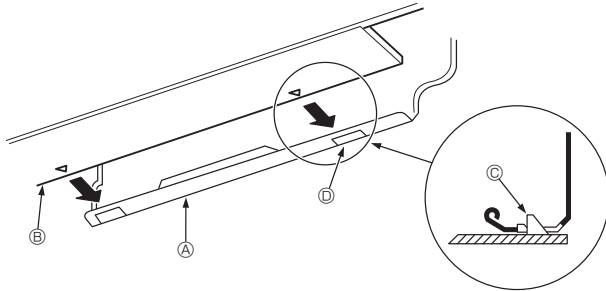

Abb. 3-15
3. Hängen Sie den oberen Teil der Innenanlage an die Montageplatte ①, während Sie die Kältemittelleitung und das Abflussrohr in die Wandöffnung (Tülle) einführen.
5. Befestigen Sie die Innenanlage, indem Sie sie gegen die Montageplatte ① drücken. (Abb. 3-15)
- * Vergewissern Sie sich, dass die Knöpfe unten an der Innenanlage sicher in die Montageplatte ① eingehängt sind.
- ① Montageplatte
- ② Innenanlage
- ③ Haken
- ④ Rechteckige Öffnung